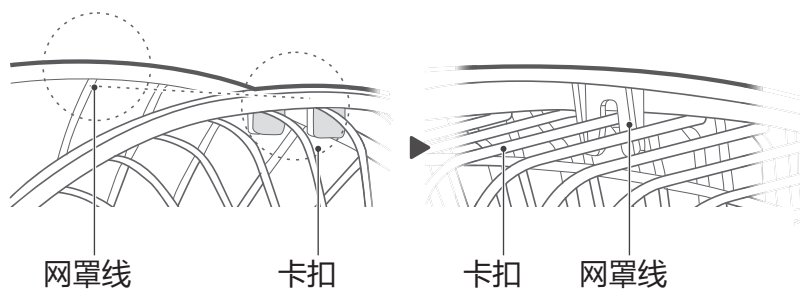

图3
3.1 将前网罩卡扣从上到下对准后网罩的顶线，对准后从后面看示意图如下。（图3）